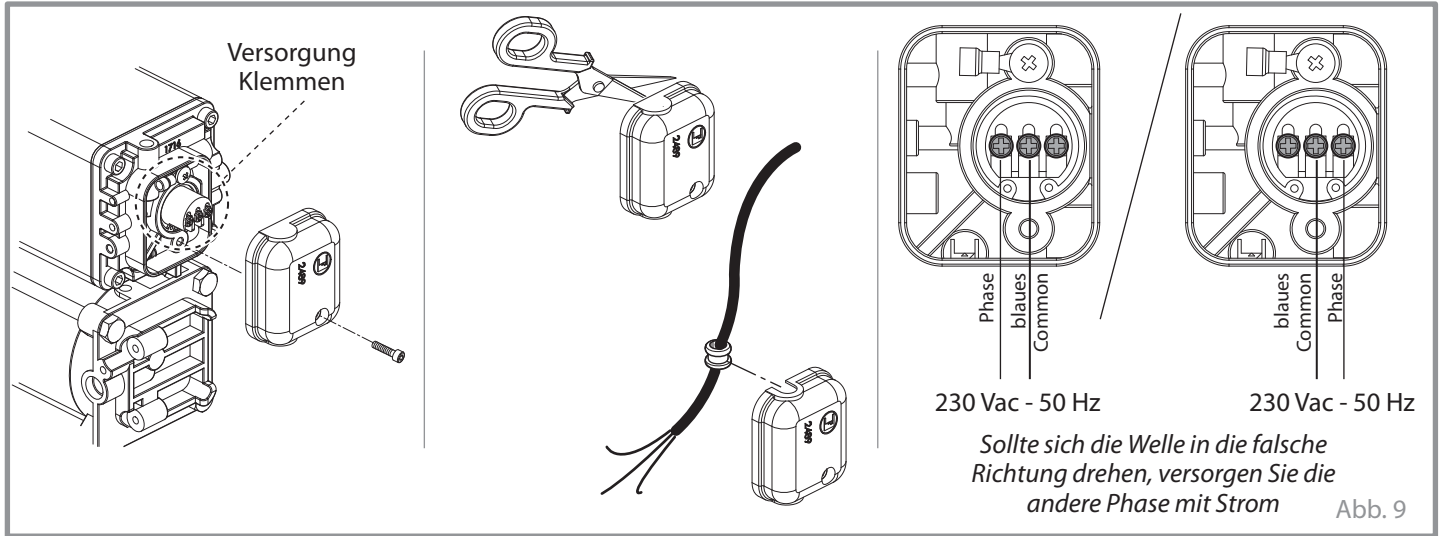
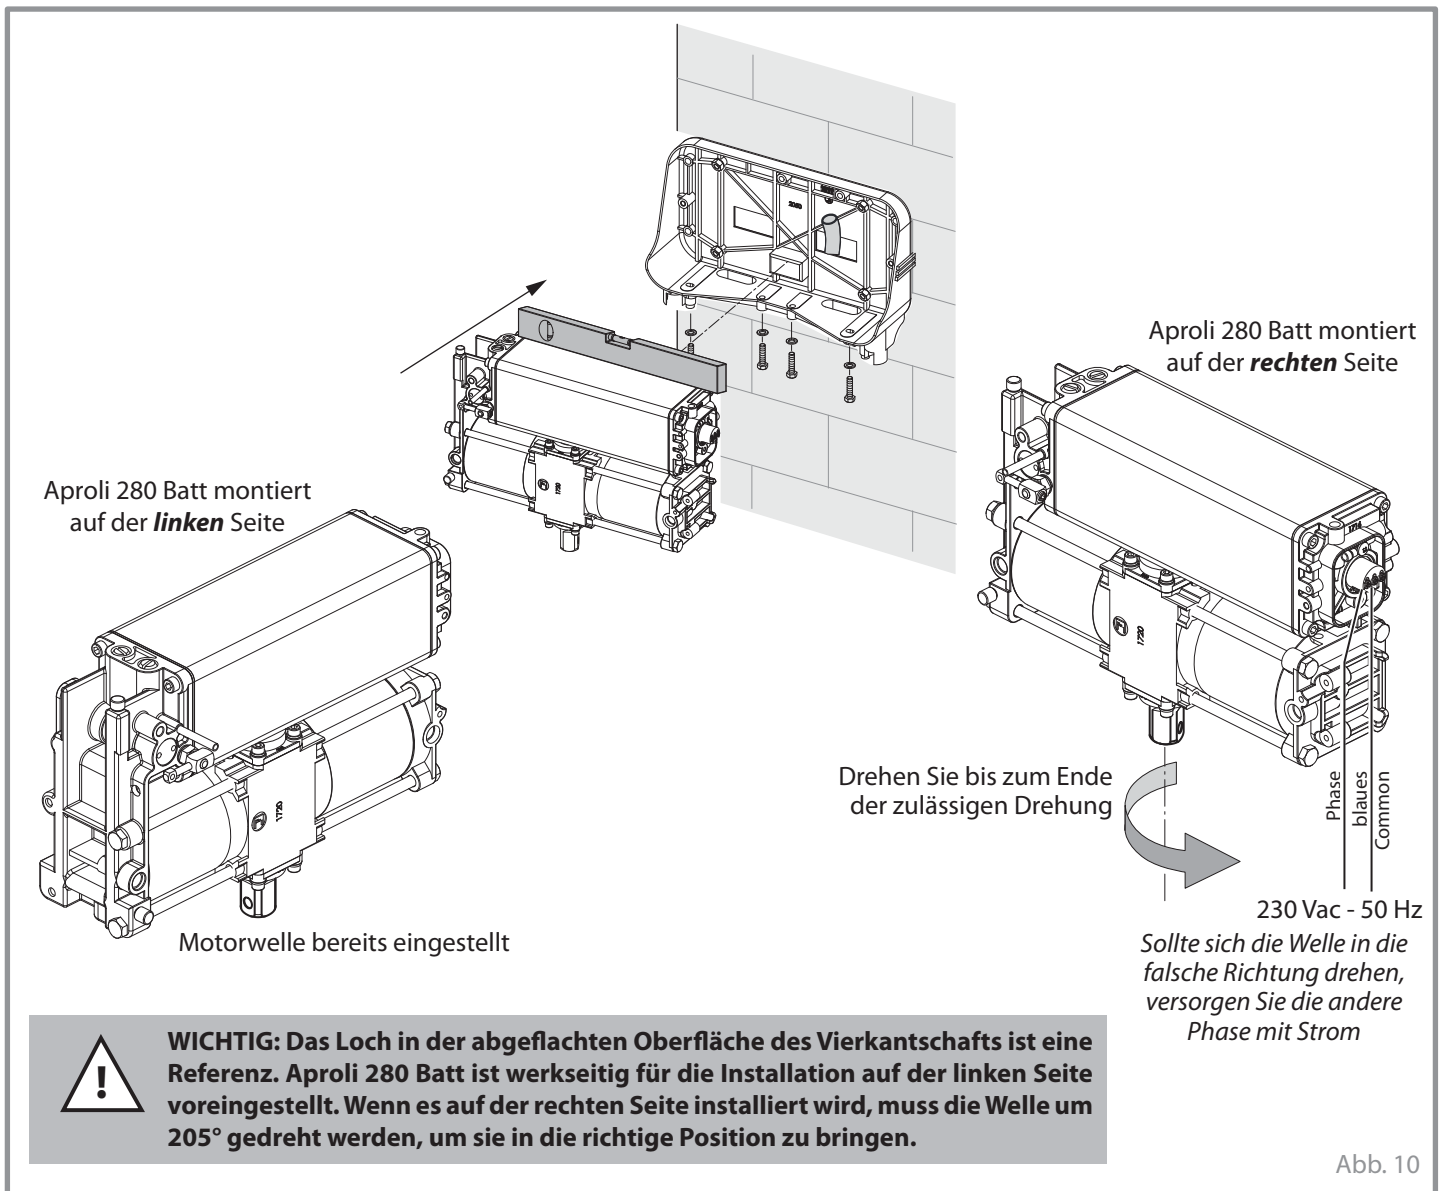

Abb. 9
Abb. 10
Es gibt keine linke oder rechte Version von Aproli 280 Batt. Es wird in einer einzigen Ausführung geliefert, die werkseitig für die linke Installation vorbereitet wird (Tor geschlossen, Ansicht von innen). Bei Installationen, bei denen sich der Antrieb auf der rechten Seite befindet, muss die Drehwelle entsprechend eingestellt werden. (Abb. 9 und Abb. 10).
**!** Aproli 280 Batt, als Standardversion, werkseitig voreingestellt für die Installation auf der linken Seite, Tor in geschlossener Position. Damit der Aproli 280 Batt auf der rechten Seite installiert werden kann, muss die Drehwelle entsprechend eingestellt werden (Abb. 9 u. Abb. 10).